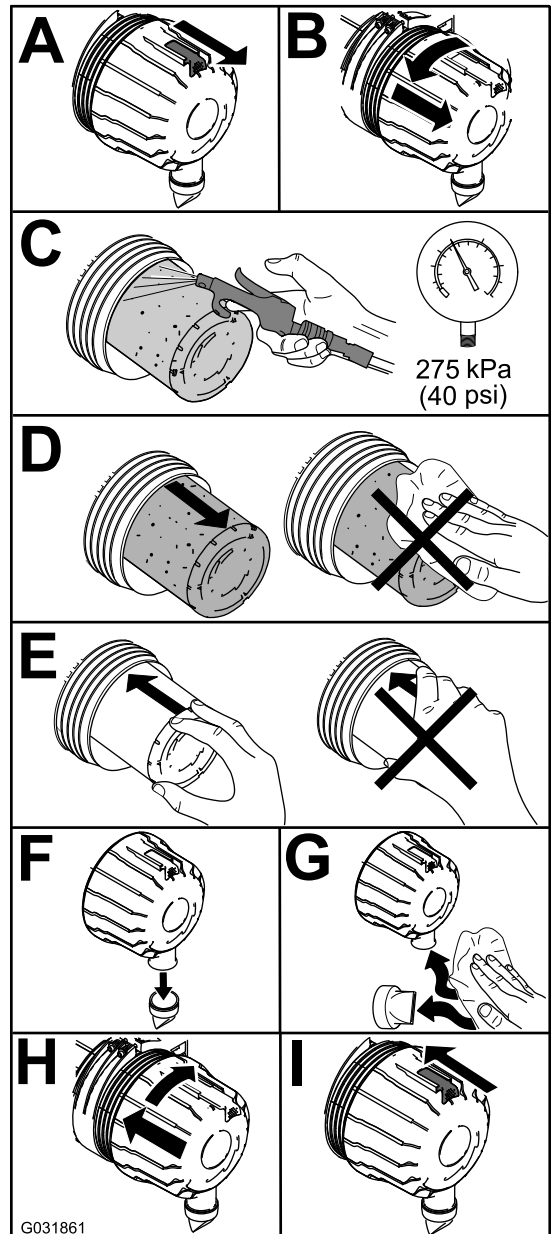

Bild 40
1. Tauschen Sie den Luftfilter aus (Bild 40).